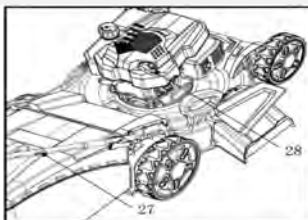

Fig. 11
2. Trageți ușor mânerul demarorului cu sfoară (28) până simțiți rezistență, apoi trageți rapid. Repetați până când motorul pornește (Fig. 11).